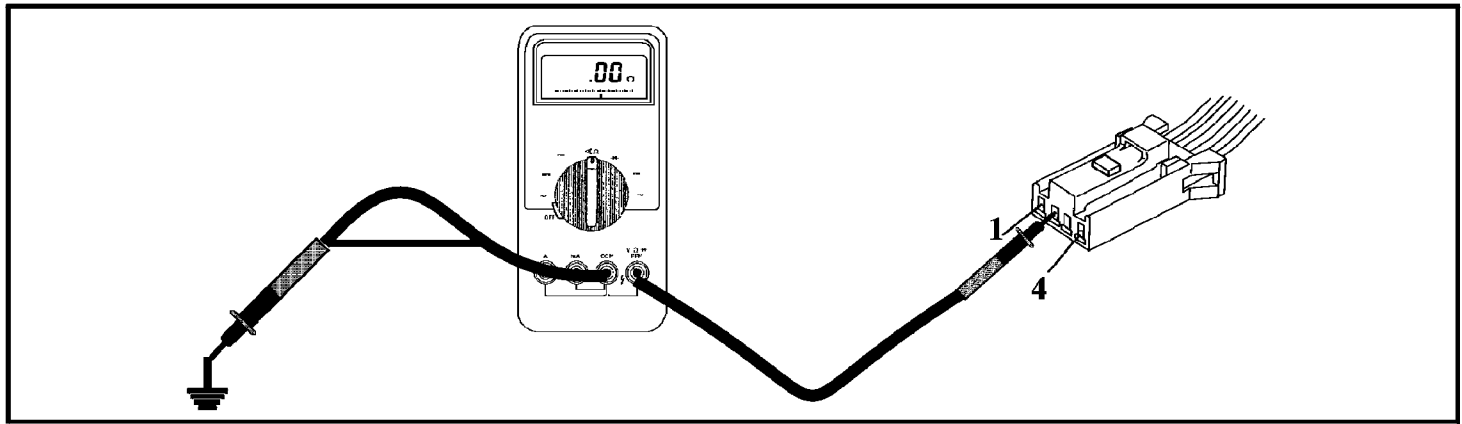

Figura 68
- Apague la ignición y fije el metro para medir ohms. Mantenga el cable negativo a tierra y coloque el cable positivo al terminal 2 en el conector de la palanca automatica (Vea la figura 68). Si hay continuidad (5 ohms o menos) vaya al proximo paso. Si no hay continuidad, el alambre está averiado o corroído. Haga la reparación necesaria.